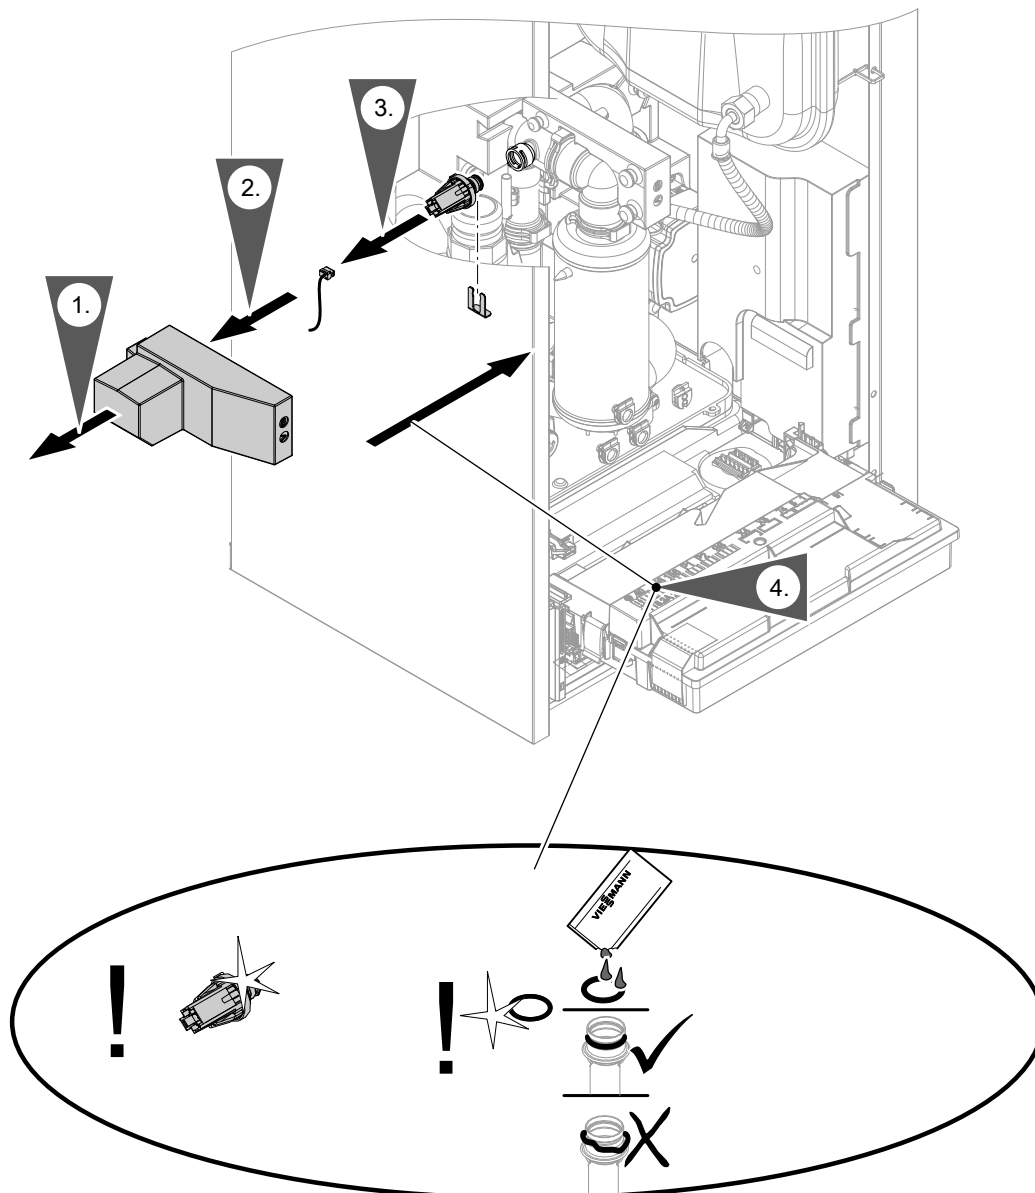

Abb. 96
- Wasserdrucksensor: Siehe Abb. 96.